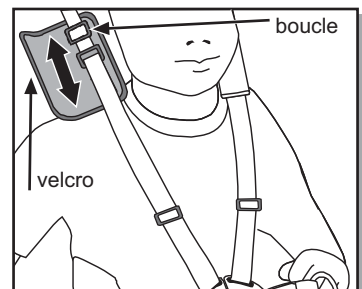

Fig. 21 Régler la hauteur de la sangle d'épaule.
d. Régler la hauteur de la sangle d'épaule. Ajuster la hauteur de la sangle d'épaule pour qu'elle arrive juste au-dessus de la hauteur de l'épaule de l'enfant (Fig. 21).
e. Régler la sangle d'épaule. Ouvrir les coussinets velcro. Faire glisser la boucle vers le bas ou le haut pour régler les sangles. Le harnais de siège devrait être suffisamment serré sans oublier d'être confortable (Fig. 21).